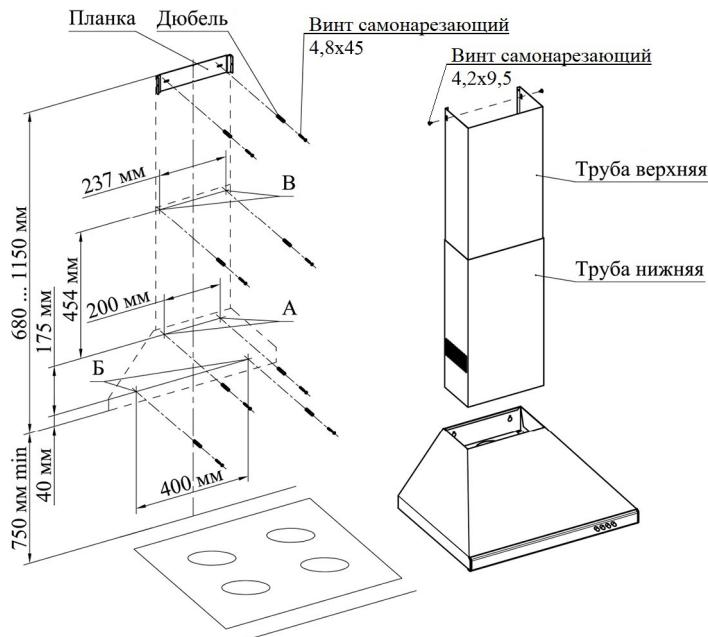

Рис. 2
- 6.3 С учетом установочной высоты и центральной линии разметьте на стене отверстия (А, Б, В) (рис. 2).
- 6.4 Просверлите отверстия (А, Б, В) диаметром 8 мм на глубину 50 мм (рис. 2).
- 6.5 В отверстия (А и Б) вставьте дюбели согласно рис. 2 и по отверстиям А заверните не до упора два винта самонарезающих 4,8x45, на которые навесьте воздухоочиститель со снятыми фильтрами.
**6.8** Вставьте дюбели в отверстия В и заверните не до упора винты самонарезающие 4,8x45 (рис. 2). Вставьте верхнюю декоративную трубу в нижнюю и установите обе трубы в корпус воздухоочистителя, навесив нижнюю трубу на винты самонарезающие 4,8x45. Доверните винты самонарезающие 4,8x45 до упора.